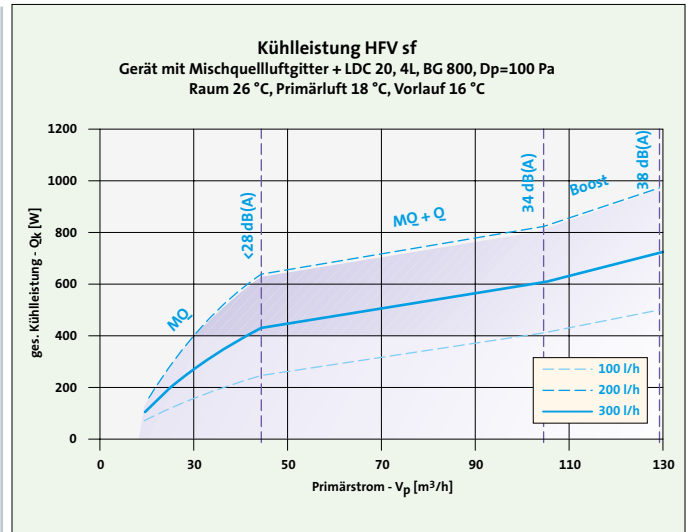

Bild 3: Geräteleistungen für unterschiedliche Sequenzen
- Sequenz 3: Schnelle Kühlung mit Stoßlüftung wird durch Taster durch den Nutzer für einen fest vorgegebenes Zeitintervall aktiviert. Die Geräteleistungen der beschriebenen Sequenzen sind in Bild 3 beispielhaft dargestellt.